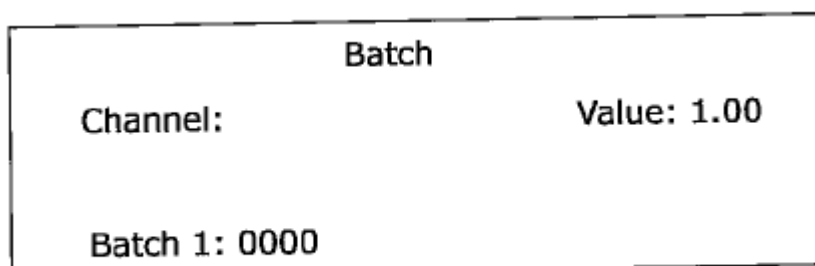

Fig. 4
- wybierz opcję BATCH i wciśnij przycisk SET, aby wejść w ustawienia jak na Fig. 4